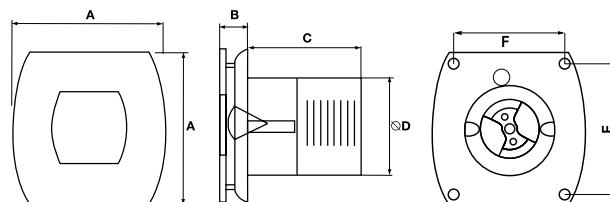

рис.3
- Поставить перемычку между клеммами L и SL вентилятора (рис. 3).